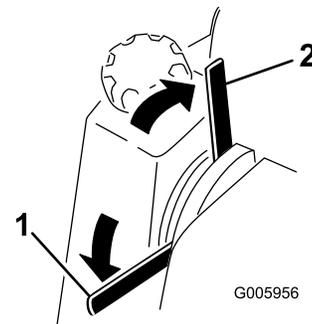

図 17
1. 駐車ブレーキ・レバーを ON 位置とする（図 17）。